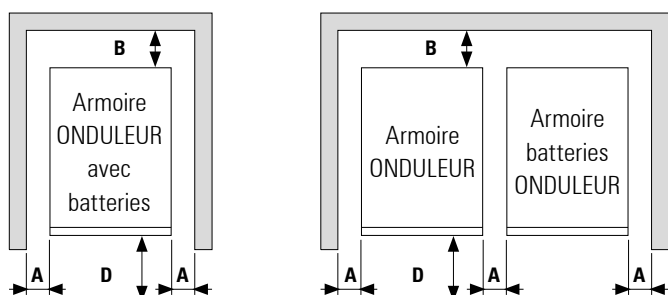

Fig. 31. Dimensions minimales périphériques pour la ventilation de l'ONDULEUR.
- Dans la Fig. 31 on représente un exemple de 4 équipements en parallèle avec son armoire de batteries. Pour des systèmes avec moins d'unités, agir conséquemment selon le cas.